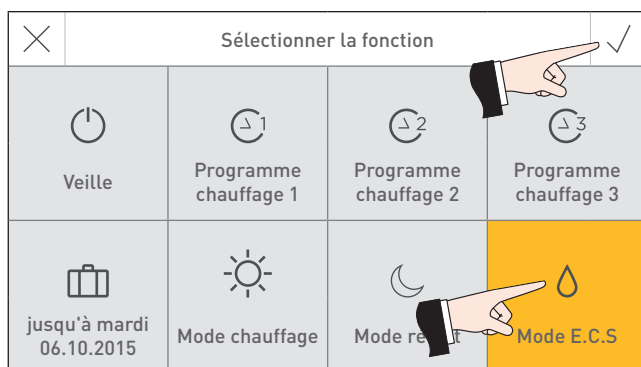

Fig. 24
► Sélectionner et confirmer le choix fonction « Mode E.C.S » ✓ – Fig. 24.